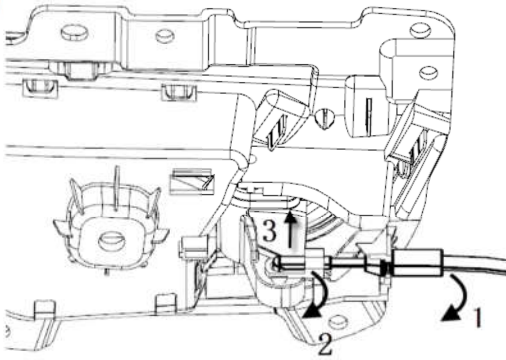

图8-1-6 内开拉锁拆卸示意图
(6) 如图8-1-6, 先将箭头1所指圆圈处向外用力将卡在门板上的拉索护套分离, 然后将箭头2处拉锁轴套沿箭头2旋转与挂钩分离, 最后将挂钩沿箭头3所指处向上提起即可将拉锁整体与门护板分离。